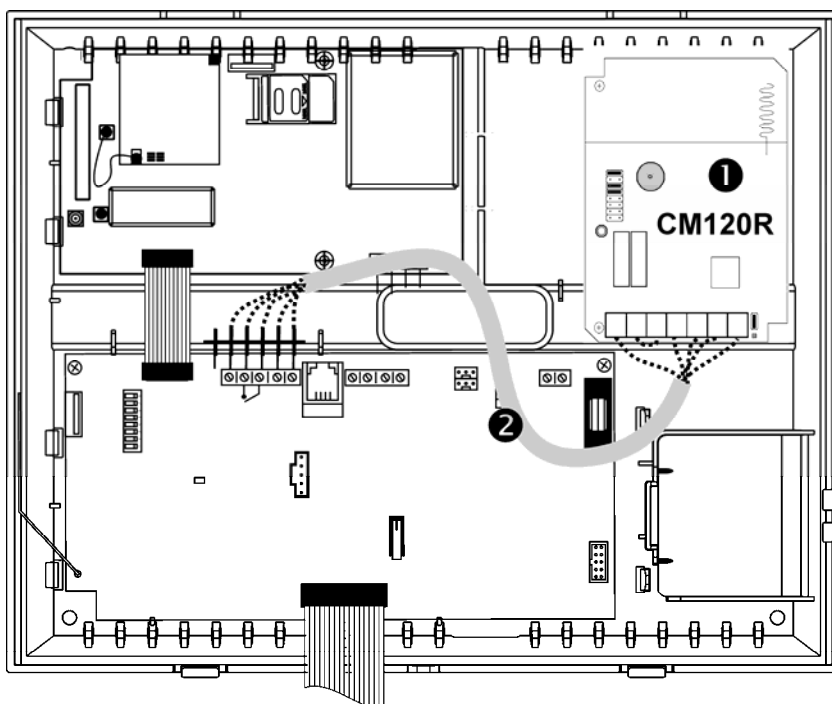

Figura 3: Collegamento interno modulo di comando centrali EasyConnect
2. Se c'è un modulo Home Automation (HA) occorre utilizzare la scatola esterna.
3. Per le centrali EasyConnect: posizionare il modulo di comando al posto del modulo HA. – vedere Figura 3;